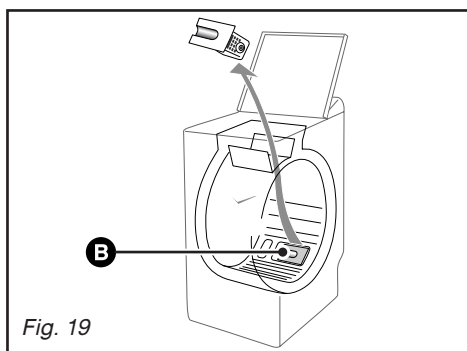

Fig. 19
Par les ouvertures laissées libres par le retrait de la pièce **A**, vous avez accès au filtre de pompe **B** (Fig. 19)
– retirez-le de son logement (Fig. 19)